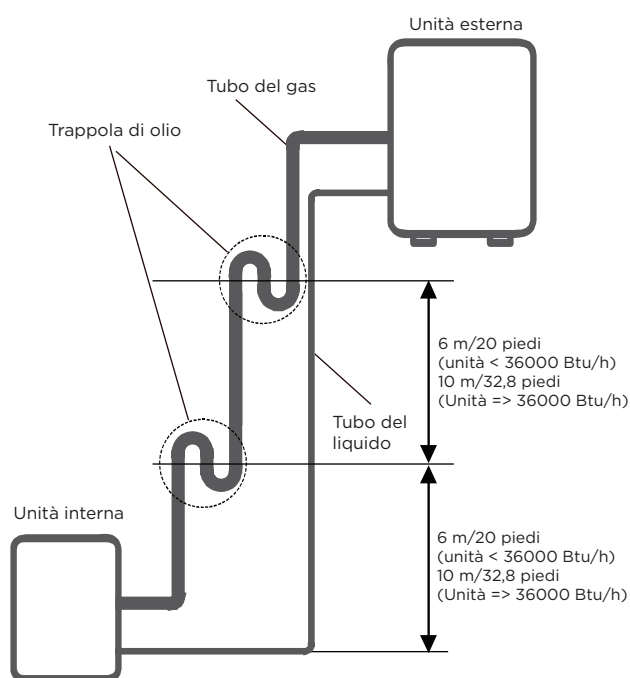

Fig. 6.2
-Si raccomanda di non aumentare le dimensioni del sollevatore di aspirazione verticale. Un corretto ritorno dell'olio al compressore deve essere mantenuto con la velocità del gas di aspirazione. Se le velocità scendono al di sotto di 7,62 m/s (1500 fpm (piedi al minuto)), il ritorno dell'olio diminuirà. Una trappola per olio deve essere installata ogni 6 m (20 piedi) o 10 m (32,8 piedi) del sollevatore della linea di aspirazione verticale. (Vedi Fig. 6.2)